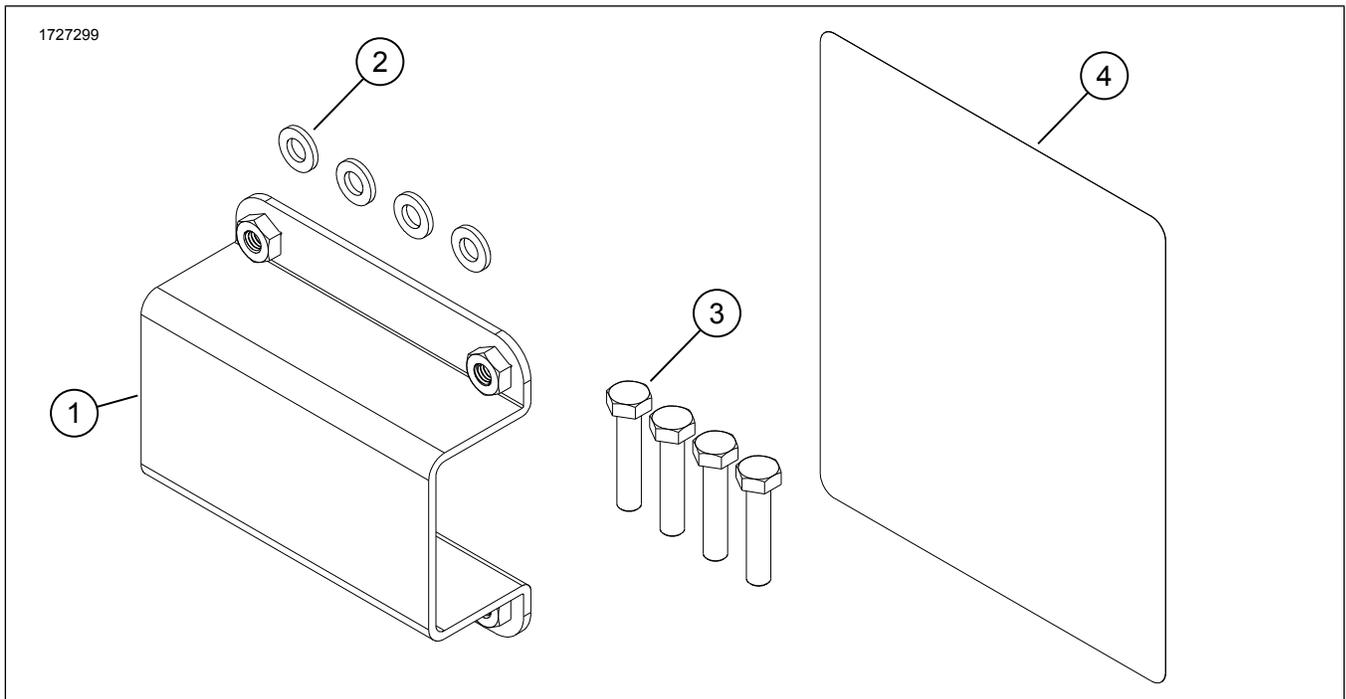

Figure 1. Contenu du kit : Support de montage de sacoches de bras oscillant d'un seul côté
1. Voir la figure 1. Installer du ruban protecteur (4) sur le bras oscillant.